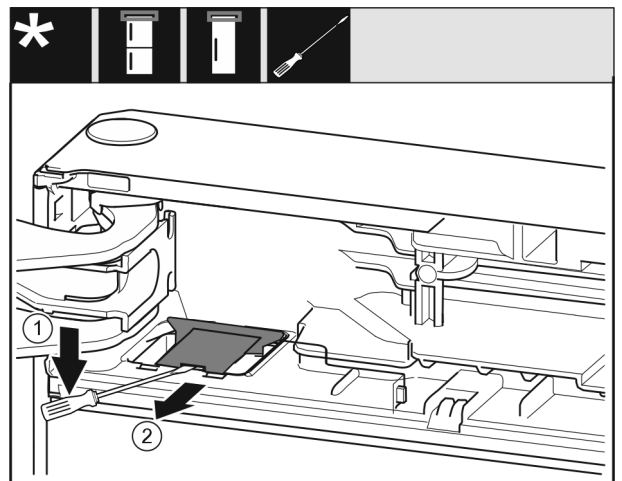

Fig. 14
- ▶ Используя шлицевую отвертку, отцепите крышку Fig. 14 (1).
- ▶ Извлеките крышку Fig. 14 (2).